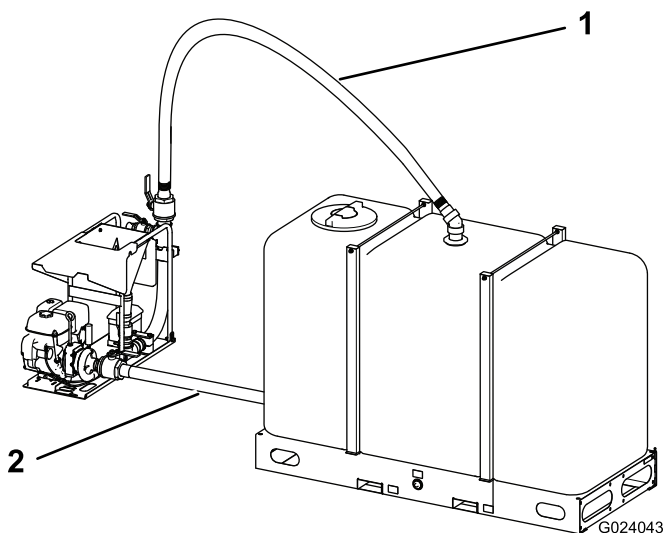
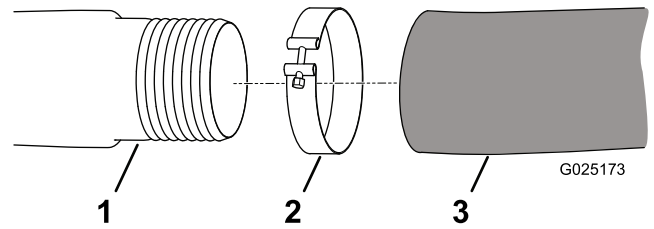
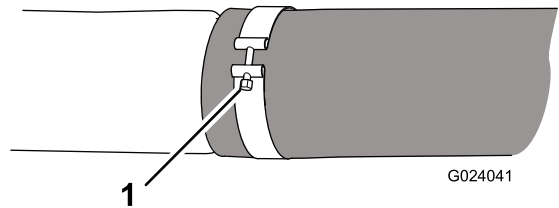

Figure 6
Figure 7
Figure 8
2. Avec le collier de flexible fourni, branchez l'extrémité libre du flexible à l'aspiration de la pompe sur le malaxeur comme illustré dans Figure 6, Figure 7, et Figure 8.
4. Utilisez 2 colliers de flexible (fournis) pour brancher l'autre flexible au dessus du réservoir et au dessus du malaxeur comme illustré dans Figure 6, Figure 7, et Figure 8.